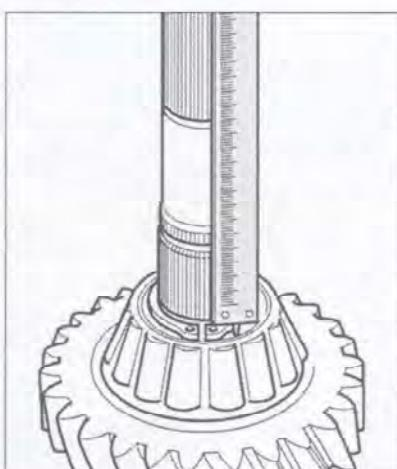

Рис. 7.213. Штангенциркулем определите зазор между внутренней обоймой роликоподшипника и стопорным кольцом.
67. Штангенциркулем определите зазор между внутренней обоймой роликоподшипника и стопорным кольцом (рис. 7.213).